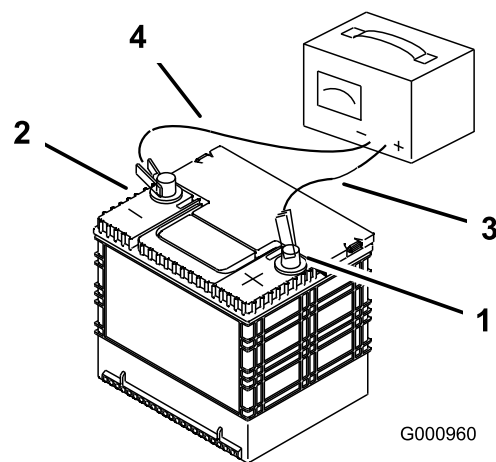

Figura 53
2. Cuando la batería esté completamente cargada, desconecte el cargador de la toma de electricidad, luego desconecte los cables del cargador de los bornes de la batería (Figura 53).